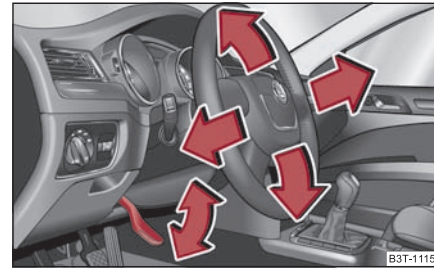

Fig. 3 Volan reglabil: Maneta de lângă coloana volanului
- Îndreptați maneta de sub volan ⇒ fig. 3, în jos.